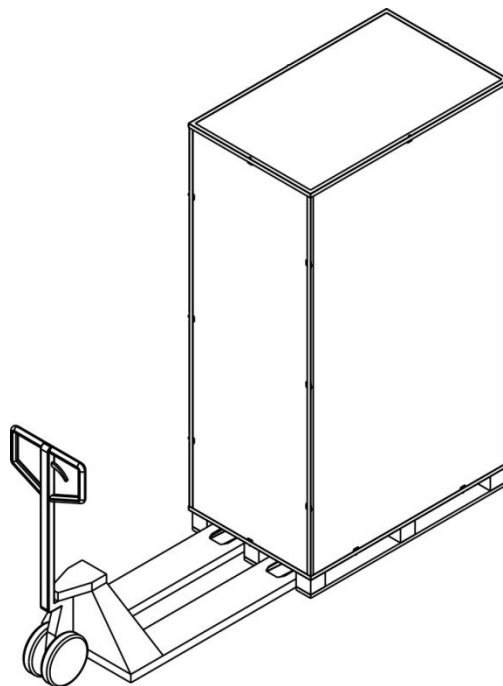

图 2-1
1. 使用堆高机将本产品运送至安装场所，如图 2-1 所示。在此，确认所使用的堆高机足以承载 UPS 的重量。